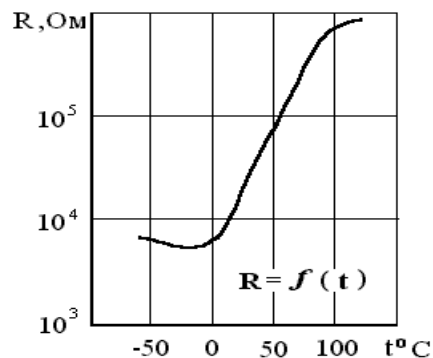

Рисунок 1.2 – Температурная характеристика позистора
**2. Позисторы** – полупроводниковые термисторы с положительным температурным коэффициентом (титанат бария с примесями), у которых сопротивление увеличивается при увеличении температуры. Основные характеристики – ВАХ и температурная (рисунок 1.2). Параметры позистора аналогичны параметрам термистора.